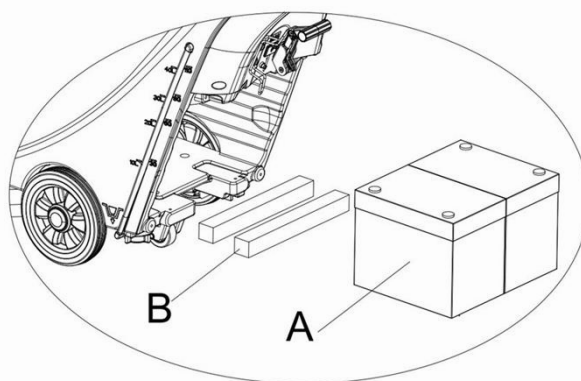

Figura 6
- 1) Para batería con una longitud inferior a los 270 mm, utilice 2 piezas de la placa de fijación (B, Figura 6) y colóquelas una al lado de la otra dentro de la batería de tanque de agua;
- 2) Para batería con una longitud entre 310mm-270mm, use 1 pieza de la placa de fijación (B, Figura 6) y colóquelas dentro de la batería de tanque de agua;